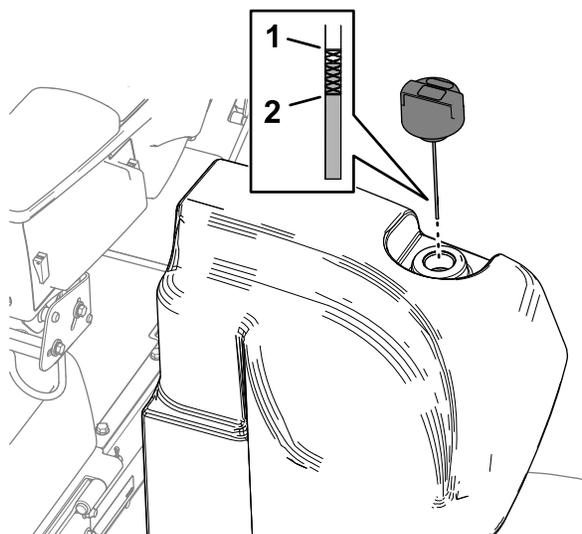

图 116
2. 清洁液压油箱加油颈和油箱盖周围的区域 (图 116)。